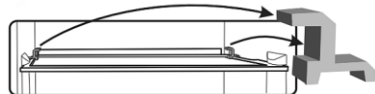

Bild 5
9. Ta bort alla röda element från hyllorna (fig. 5), de behövs bara för transport.